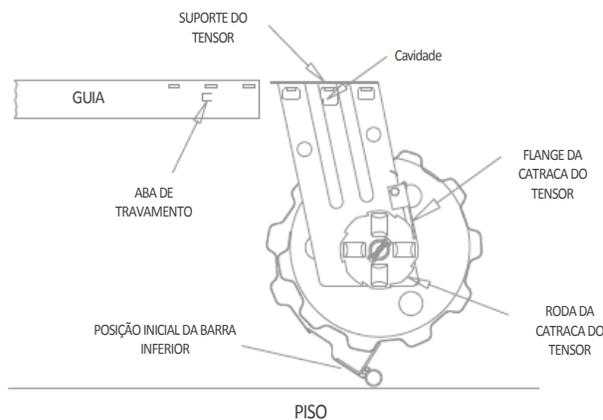

FIGURA 3
- A. Na extremidade do tensor da porta, levantar o flange da catraca do tensor até que a ponta do trinco libere a roda da catraca do tensor. Girar o suporte a fim de posicionar para cima a extremidade do pé curto. Desbloquear o flange da catraca e permitir que a ponta encaixe com o dente mais próximo da roda da catraca. **Ver figura 3.**